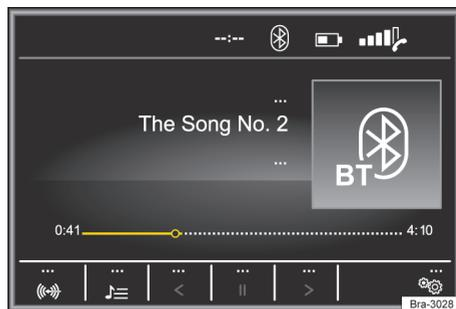

Fig. 133 Menu principal de mídia.
– Pressionar o botão **MEDIA** para abrir o menu principal **MEDIA** → Fig. 133.
As fontes de mídia que são reproduzidas atualmente são exibidas na superfície de função na parte inferior esquerda → Fig. 133.
Legenda da → Fig. 133 e → Fig. 134: